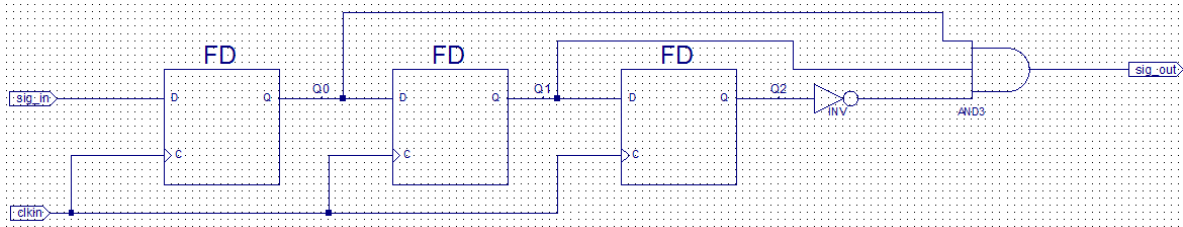

Figure 16. Le schéma du circuit d'anti-rebond complété.
5. Placez deux autres bascules D à la suite de la première. Alignez la broche D de la bascule à placer avec la broche Q de la bascule précédente. Référez-vous à la Figure 16 montrant le circuit de l'anti-rebond complété pour vous guider.
Placez ensuite un inverseur et une porte ET à la suite des bascule D, comme montré à la Figure 16. Pour ce faire :
3. Réalisez toutes les connexions du schéma conformément au schéma final du module anti-rebond montré à la Figure 16. N'hésitez pas à déplacer les composants et les étiquettes au besoin.
Le schéma du circuit anti-rebond est maintenant complété. Le résultat obtenu devrait être conforme au schéma montré à la Figure 16.